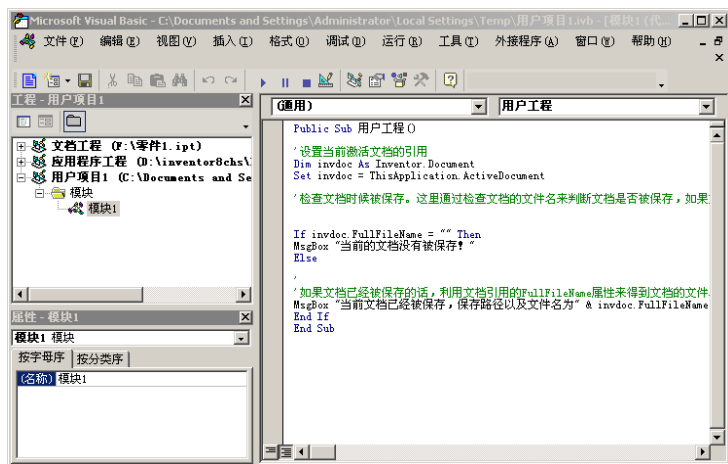

图 15-10 用户项目下的一个默认模块
(1) 进入到 VB 编辑器中，选择菜单【文件】下的【新建项目】选项，新建了一个用户项目，被自定义为【用户项目 1】。
(2) 默认状态下, 该用户项目具有一个模块, 如图 15-10 所示, 也可以通过右键菜单中的相关选项为其添加用户窗体、模块和类模块。
(3) 双击图 15-10 所示的模块 1 图标, 则进入到代码状态, 可以在右侧的代码窗口中添加程序代码。